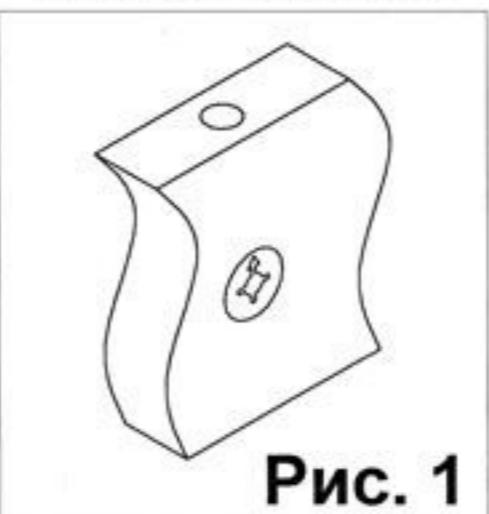

Рис. 1
Взять стенку заднюю выдвижного ящика 25 и забить в соответствующие отверстия шканты (1). Соединить боковины ящика 23 и 24 с задней стенкой 25. Фиксацию производить при помощи евровинтов (6). Далее положить каркас ящика на заднюю стенку 25 и забить шканты (1) в соответствующие торцевые отверстия на боковинах ящика 23 и 24, и вставить стяжки растекс (19) (см.рис.1). После этого вставить дно ящика 31 в пазы на каркасе ящика, таким образом, чтобы дно ящика 31 вошло в паз на стенке задней ящика 25. Далее закрутить в переднюю панель ящика 26 в имеющиеся муфты дюбеля стяжек-растекс (4). Соединить переднюю панель ящика 26 с каркасом . Фиксацию произвести путем поворота стяжки (19) по часовой стрелки. После этого положить ящик дном вверх и прокрутить ответные планки направляющих (7) к боковинам ящика 23 и 24 при помощи саморезов (5). Далее к передней панели 26 прикрепить ручку (12) . Аналогичным образом собрать остальные ящики.